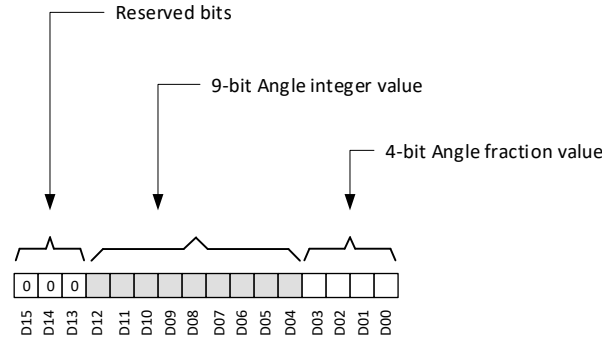

图 7-17. 角度数据定义
TMAG5273 会根据 **ANGLE_EN** 寄存器位设置来计算相对于一对磁轴的角度。图 7-17 显示了存储在 **ANGLE_RESULT_MSB** 和 **ANGLE_RESULT_LSB** 寄存器中的角度信息。位 D04 至 D12 存储 0 至 360 度的角度整数。位 D00 至 D03 位存储角度分数。3 个 MSB 位始终填充为 b000。角度可以使用 方程式 14 来计算。
- D_i 是图 7-17 中所示的数据位。